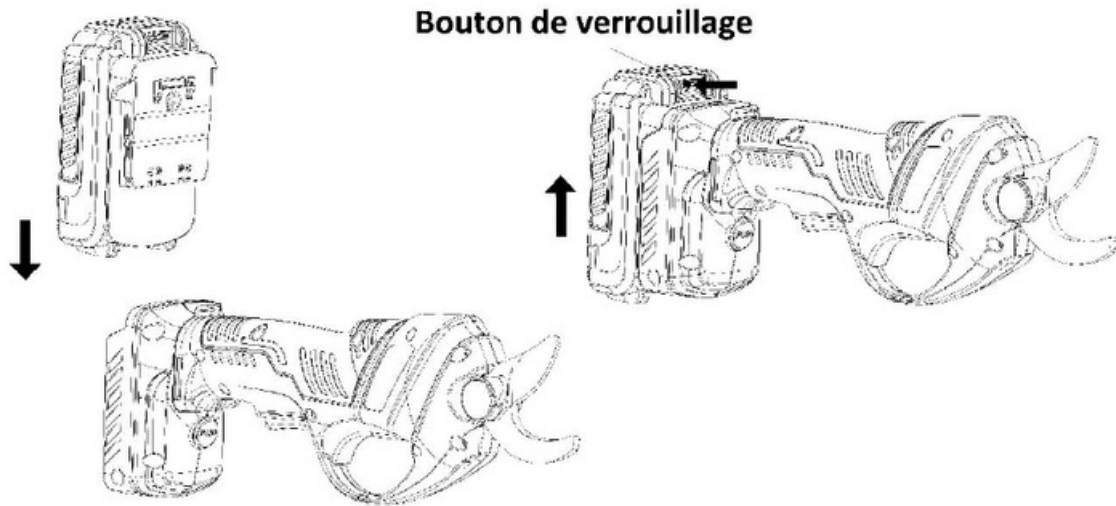

Fig. 3
4.5- Installation/retrait de la batterie (Fig. 3)